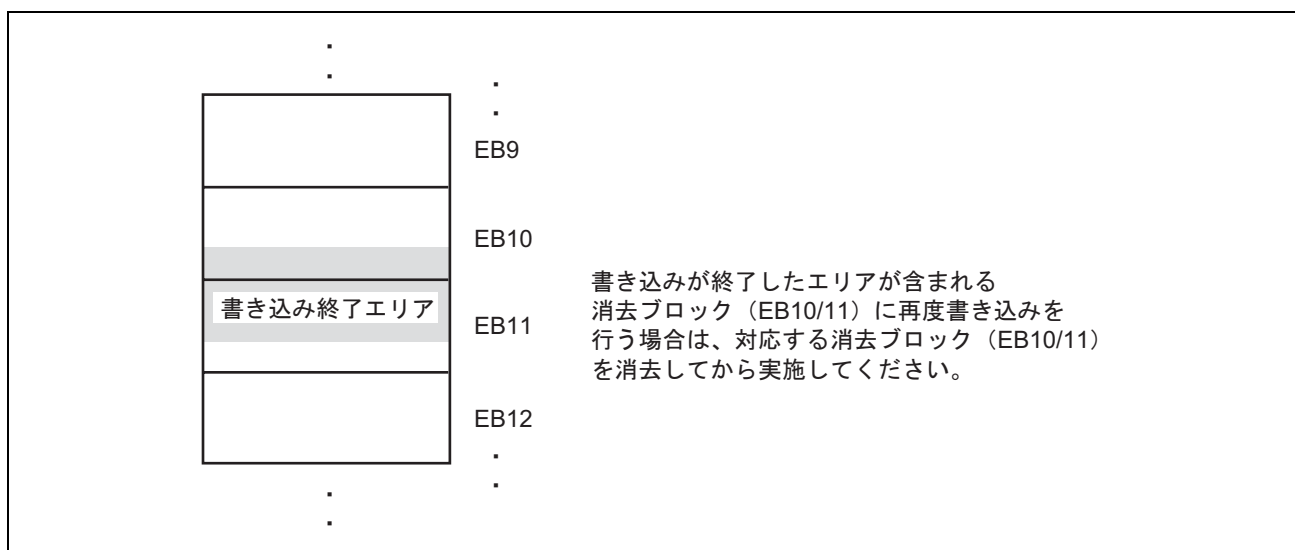

図 18.9 書き込みが終了したエリアが含まれる消去ブロック例
4. 「書き込み準備通知」を受信すると、書き込みデータ待ち状態に遷移します。書き込みコマンド送信後、書き込み先の先頭アドレス、書き込みデータを送信してください。書き込み終了後、書き込み先の先頭アドレスをH'FFFFFFFに設定して送信してください。これにより書き込みデータ待ち状態から、書き込み/消去コマンド待ち状態に戻ります。いったん、書き込み終了コマンドを発行した、書き込み終了エリアが含まれる消去ブロック内に、再度書き込みを行う場合、対応する消去ブロックを消去してから実施してください。図18.9に書き込みが終了したエリアが含まれる消去ブロックの例を示します。「消去準備通知」を受信すると、消去ブロックデータ待ち状態に遷移します。消去コマンド送信後、消去ブロック番号を送信してください。消去終了後、消去ブロック番号をH'FFに設定して送信してください。これにより消去ブロックデータ待ち状態から、書き込み/消去コマンド待ち状態に戻ります。なお、消去の実行は、ブートモードで一旦書き込んだ後にリセットスタートせずに特定のブロックのみを書き換えるときに使用してください。1回の操作で書き込みができる場合は、書き込み/消去コマンド、それ以外のコマンド待ち状態の遷移前に全ブロックの消去が行われていますので本消去操作は必要ありません。書き込み/消去コマンド以外に、ユーザマット/ユーザブートマットのサムチェック、ブランクチェック（消去チェック）、メモリリード、および現在のステータス情報取得のコマンドがあります。